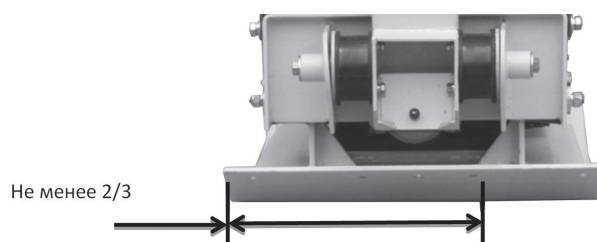

Рис.6
- При перемещении виброплиты по краю обрабатываемой поверхности, в плотном соприкосновении с поверхностью должно оставаться не менее 2/3 части рабочей площади плиты (Рис.6).